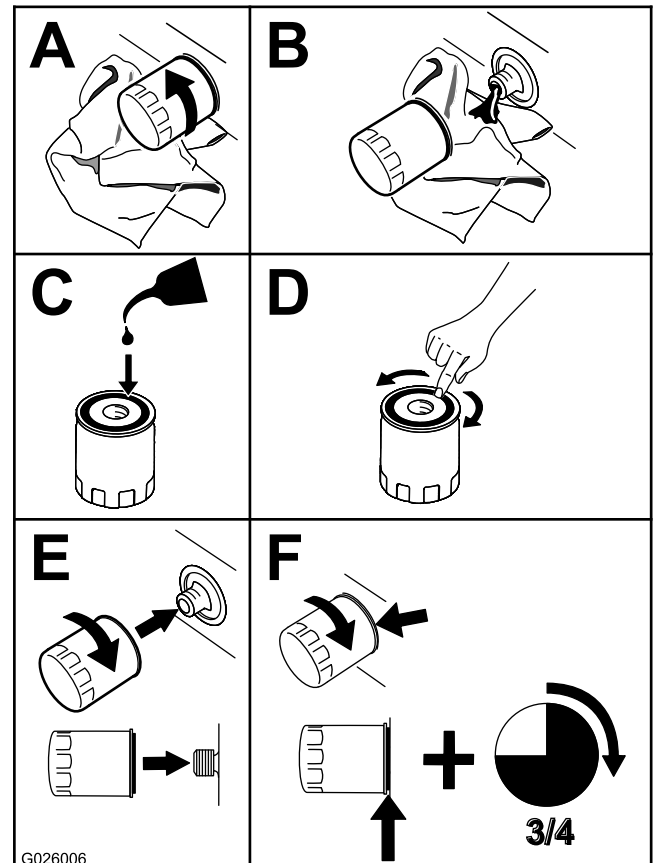

Figura 34
3. Sustituya el filtro de aceite del motor (Figura 34).